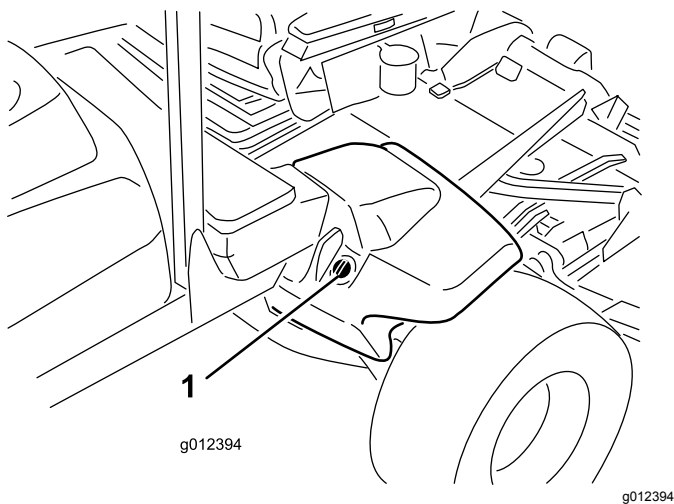

Figura 15
2. Limpe a zona em redor do tubo de enchimento e da tampa do depósito hidráulico (Figura 15). Retire a tampa do tubo de enchimento.